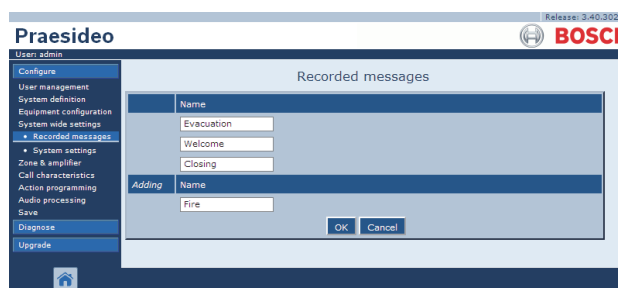

figure 45.4 : Consignation d'un message, étape 3
- 3 Entrez le nom du fichier WAV dans le jeu de messages dans la zone *Name* (voir figure 45.4 pour un exemple).